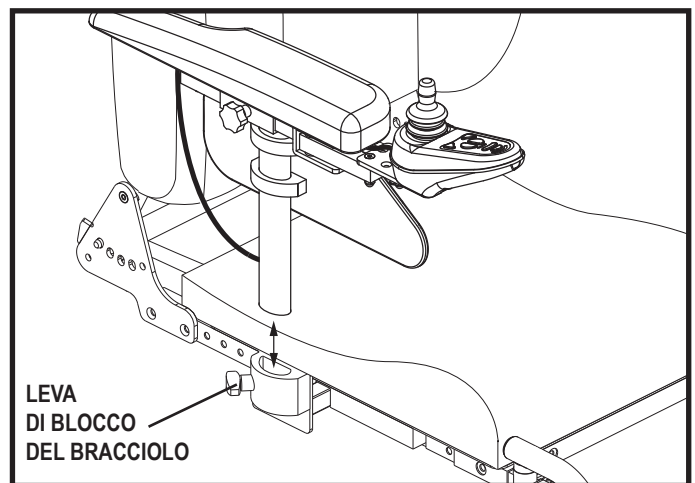

Figura 17. Regolazione dell'altezza della parte superiore della bracciolo
1. Estrarre la leva di blocco del bracciolo. **Vedere la figura 17.**